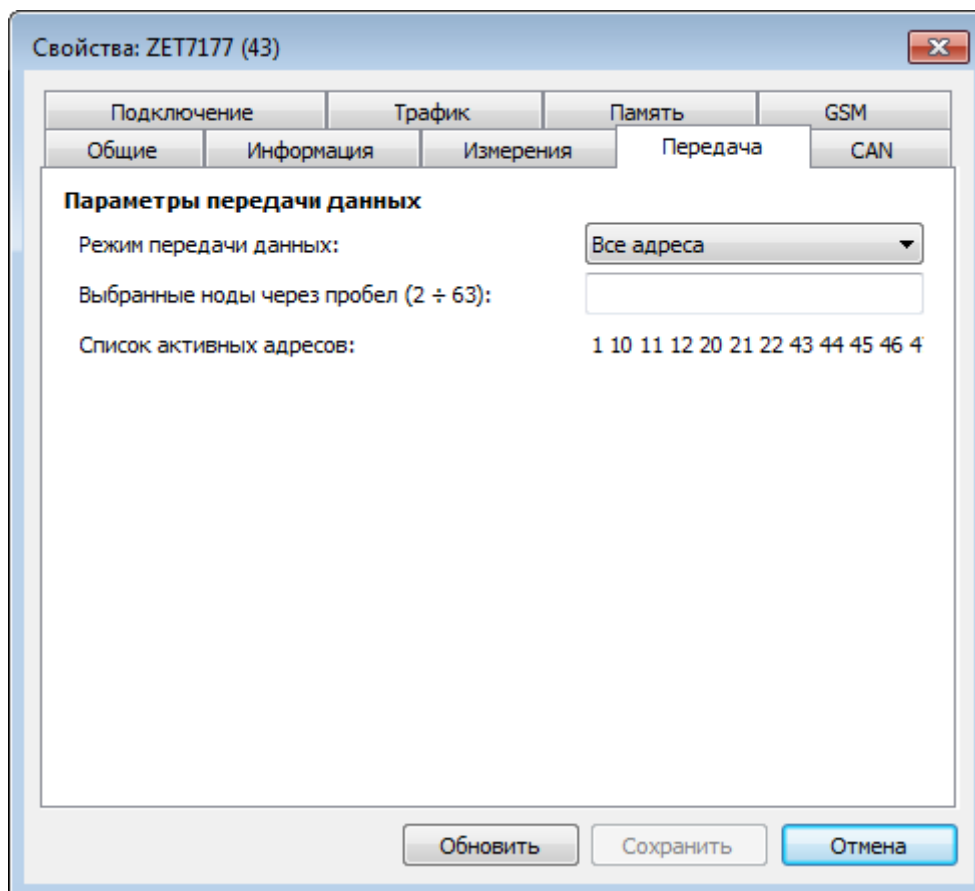

Рис. 2.17 Вкладка «Передача» ZET 7177
- во вкладке «Передача» в поле «Режим передачи данных» следует выбрать свойство «Все адреса» (Рис. 2.17).